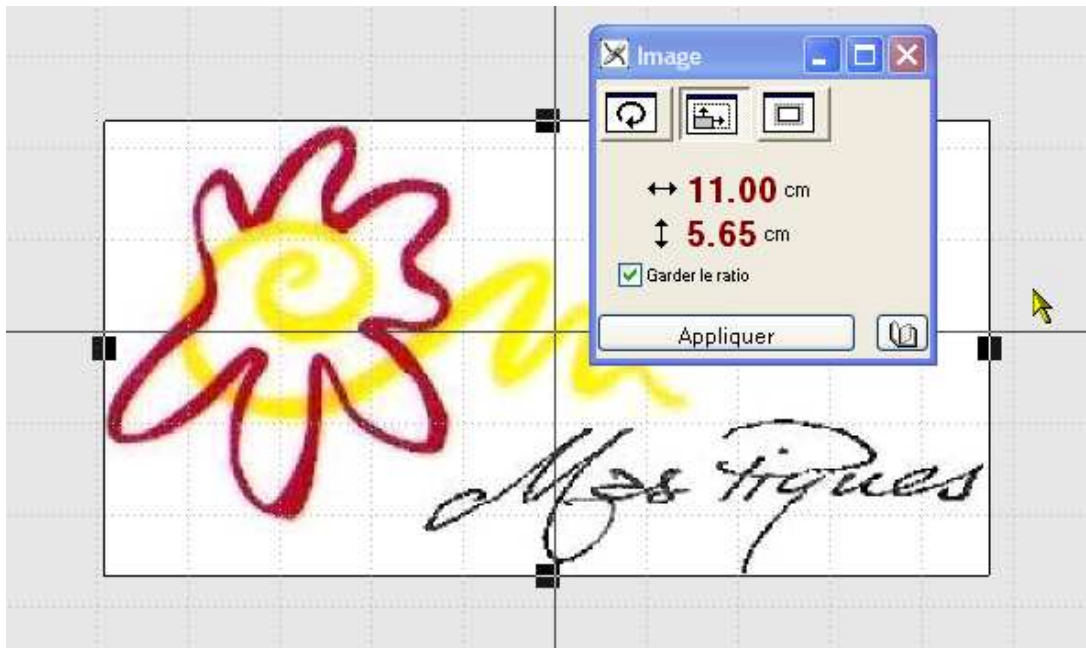

Fig. 2
b - Editer la fenêtre Image : cliquer sur Image puis sur Editer la fenêtre image. La fenêtre image s'ouvre, avec ses trois boutons; le premier concerne la position du motif : je n'y touche pas, la position me convient; le deuxième concerne la taille : je choisis 11 cm en largeur et je garde le ratio; quant au troisième, je n'y touche pas non plus. (fig.2)
N.B. Sur la fig.2, vous voyez les lettres cursives qui seront tracées avec l'outil contour. Je n'en parle pas ici : je vous renvoie pour cela au module de digitalisation du logo Embird.